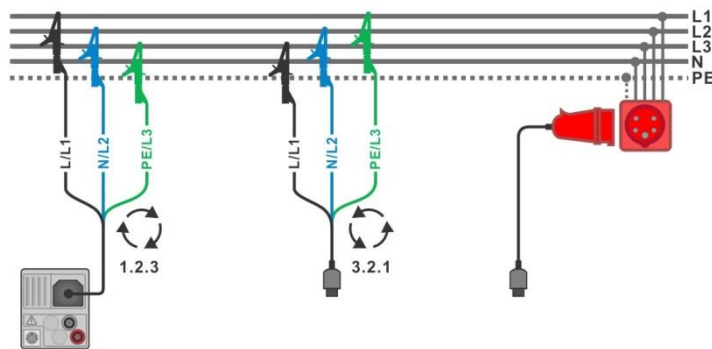
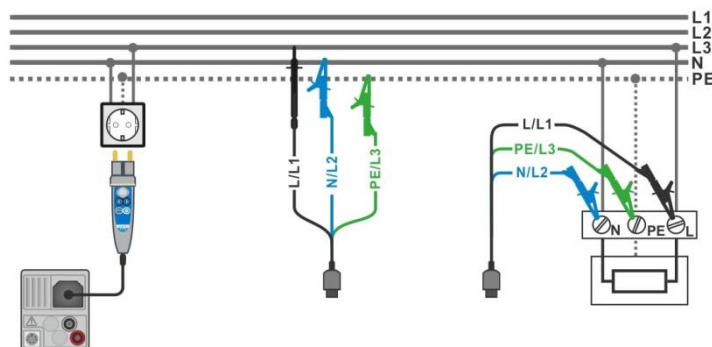

Abbildung 7.2: Anschluss des 3-Leiter Prüfadapters und des optionalen Adapters im Drei-Phasen-System
Abbildung 7.3: Anschluss des Commander-Prüfsteckers und des 3-Leiter Prüfadapters im Ein-Phasen-System
- › Schließen Sie die Prüflleitungen am Prüfling an (siehe **Abbildung 7.2** und **Abbildung 7.3**).